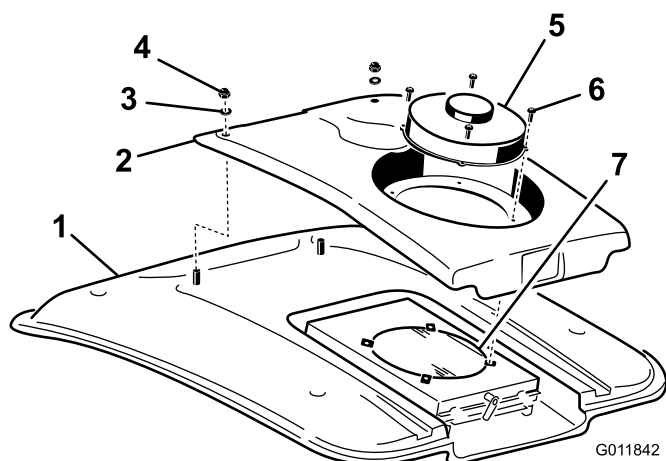

図 56
2. ファンとコンデンサカバーをファンマウントに固定しているネジ（4本）を取る（図 56）。
4. コンデンサカバーの前部をキャブの屋根に固定しているナット（2個）とワッシャを外す（図 56）。
8. スクリーンを圧縮空気ですすいで洗淨する（図 56）。